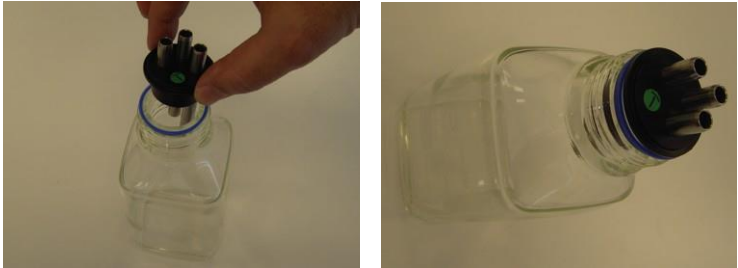

Figure 3-33. Insertion de la butée dans le goulot du bocal
3. Insérez la butée dans le goulot du bocal, comme illustré à la Figure 3-33.